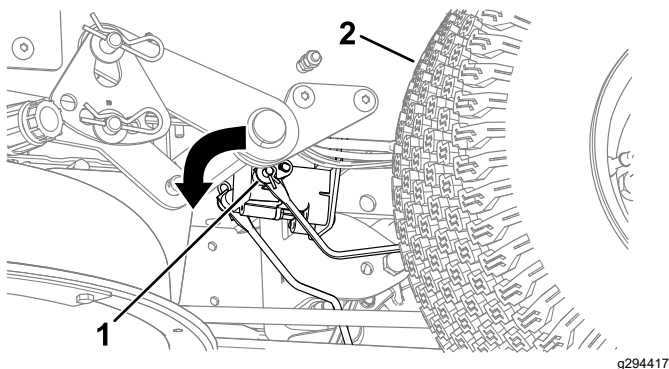

Figura 52
4. Individuate l'albero sul freno elettrico in cui sono collegati i bracci di attacco del freno (Figura 52).
5. Ruotate l'albero in avanti per rilasciare il freno come illustrato nella Figura 52.